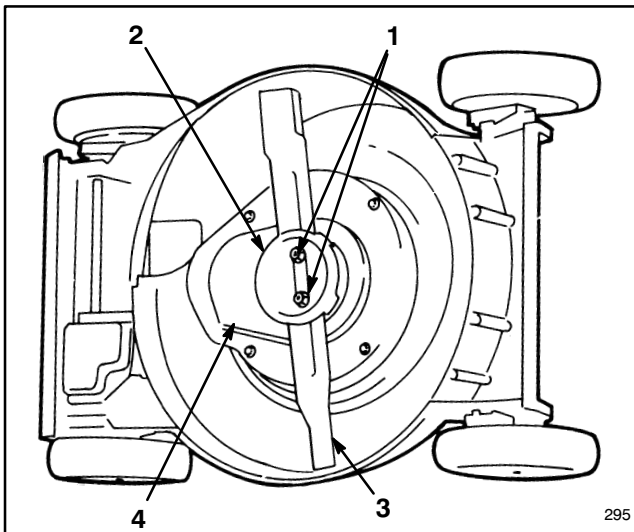

Abbildung 34
3. Den Rasenmäher auf die linke Seite kippen (Abb. 34).
4. Die zwei Muttern, die Sicherheitsschale, das Messer, den Messerabstandshalter, das Drehsieb und die vier Schrauben, mit denen die Abdeckung des Messerbremssystems am Mähergehäuse befestigt ist, entfernen (Abb. 34 & 35).